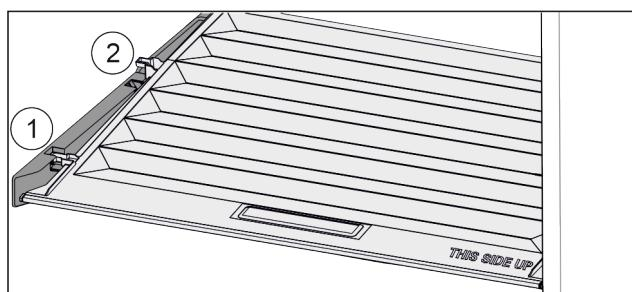

Fig. 111
- Кришку до отвору в деталях для підтримки потягнути вперед Fig. 111 (1).
- Підняти ззаду знизу та вийняти Fig. 111 (2) вгору.